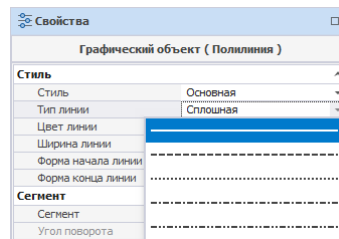

Рис. 292 Выбор типа линии
- Тип линии – выпадающий список с выбором типа линии (сплошная линия или разные вариации штриховки), Рис. 292;